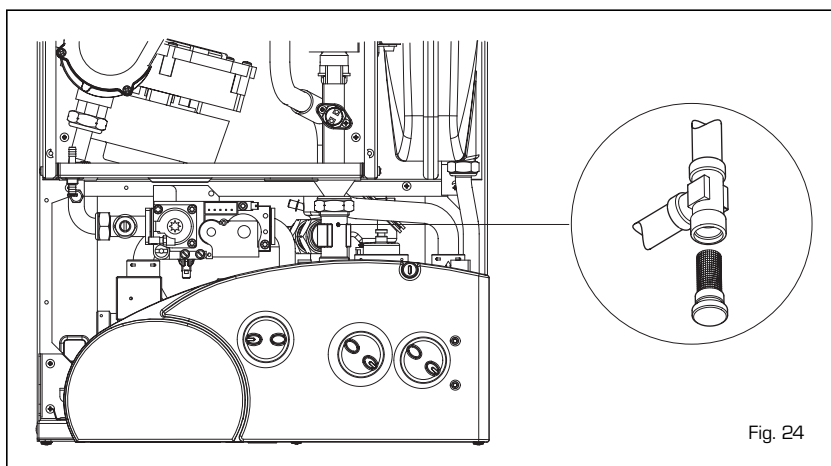

Fig. 24
4.6.1 Limpeza do filtro "Aqua Guard" (fig. 24)